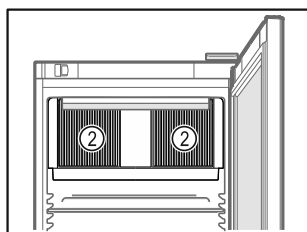

Fig. 61
- ❑ Větrací otvory Fig. 61 (2) oběhového vzduchového čerpadla ve vnitřním prostoru udržujte volné.